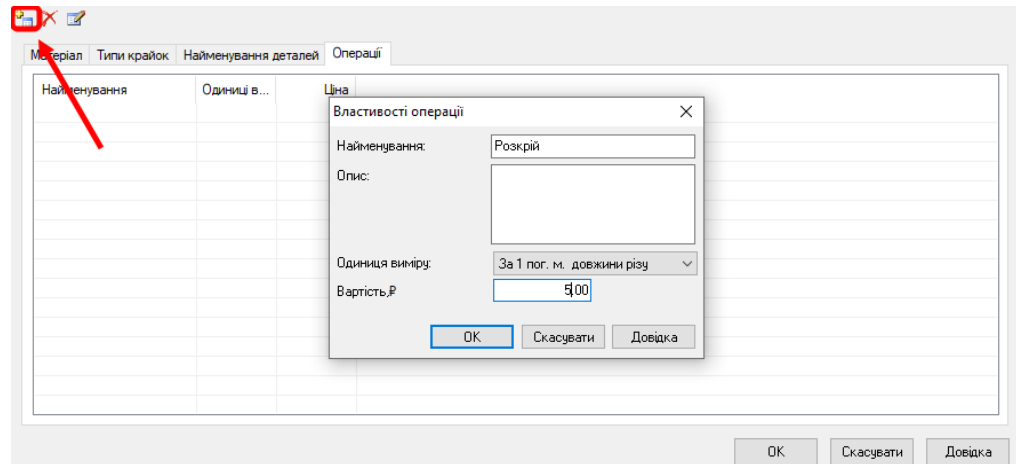

Рис. 9.1. Встановлення вартості розкроювання
7. Встановити вартість розкроювання за один погонний метр матеріалу. (меню *Файл* → *Довідники* → *Операції*). Вартість розкроювання необхідно знайти в мережі Інтернет (рис. 9.1).